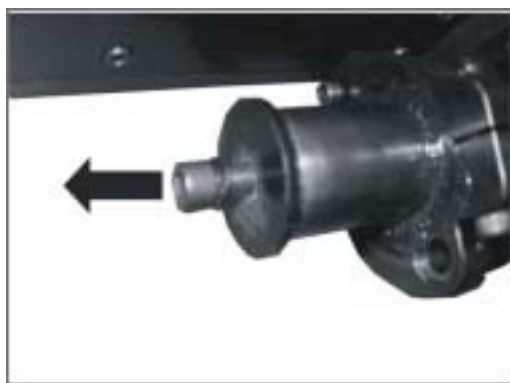
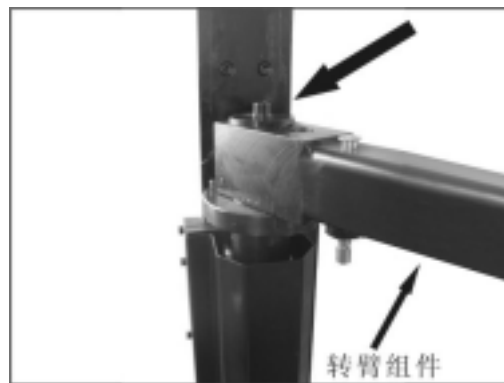

图 8
图 9
1. 取出左辅助臂的机体，取下上端的螺钉和垫片（如图 8）；将机体按照图 9 所示正确连接；
2. 将机箱左侧的螺栓和垫片取下，然后将机体（如图 9 中安装好的组件）竖立在座架上，加上垫